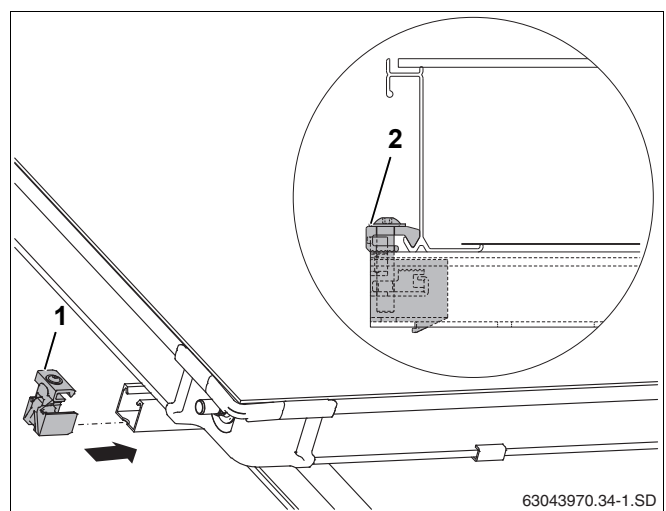

Рис. 52 Односторонний зажим коллектора слева
- ▶ Задвинуть односторонние зажимы (рис. 52, поз. 1) в верхнюю и нижнюю профильную рейку.
- ▶ Придвинуть зажимы к раме коллектора и затянуть ключом SW5 (рис. 52, поз. 2).
Теперь прижим (рис. 52, поз. 2) находится в нижней кромке коллектора.